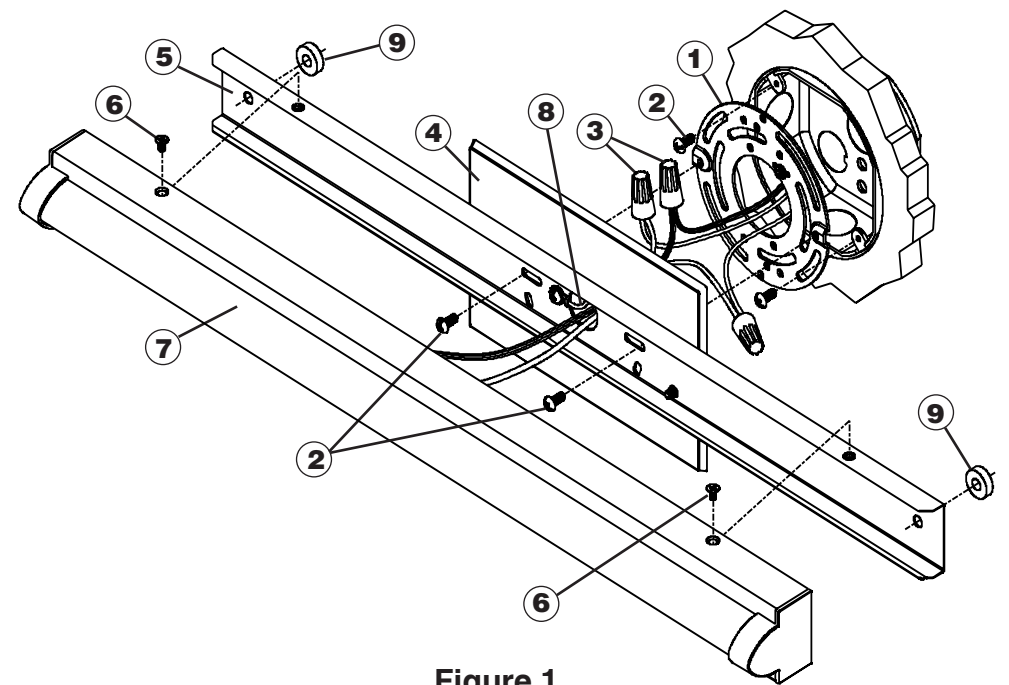
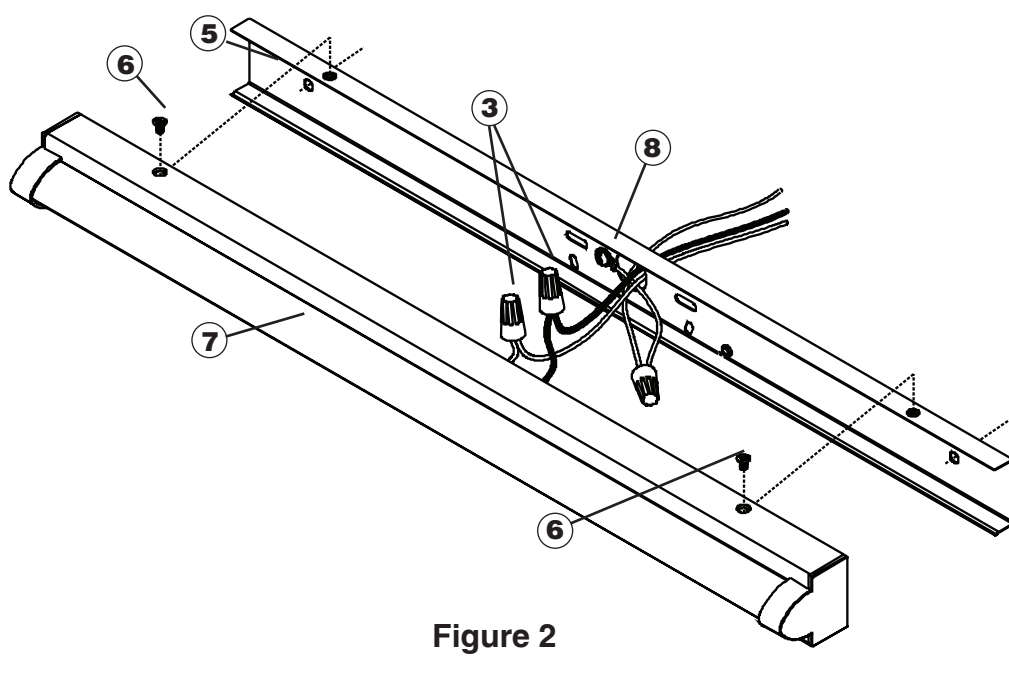
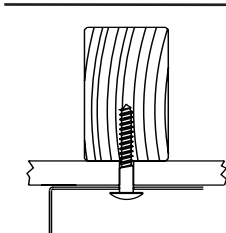
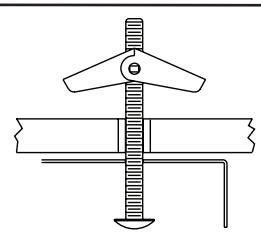

Figure 1
Figure 2
Figure 3
Figure 4
- 4a. Attacher la plaque de montage (1) au boîtier de raccordement en utilisant les vis de 1/2 po (2) pour que deux trous filetés s'alignent avec les trous de la plaque arrière (5) pour une installation verticale ou horizontale. Voir la figure 1.
- 5a. Pour soutenir les luminaires plus grands, tenir la plaque arrière (5) contre la surface de montage à l'emplacement désiré et marquer l'emplacement des trous de montage extérieurs de 1/4 po de Ø. Percer un orifice pilote de 1/8 po de Ø à chaque emplacement.
- 6a. Si la perceuse atteint un clou ou une solive de plafond, utiliser des vis à bois (non incluses) et des supports d'espacement (9) pour sécuriser l'assemblage de plaque arrière (5) après avoir terminé les raccordements centraux. Voir la figure 3.
Si la perceuse n'atteint pas de clou ou de solive de plafond, agrandir les trous de manière à pouvoir y insérer un boulon (non inclus). Installer le boulon dans la plaque arrière (5), un support d'espacement puis les vis avant d'effectuer les raccordements centraux. Voir la figure 4.
8a. Utiliser les capuchons de connexion (3) pour connecter le fil de mise à la terre vert (9) au fil de mise à la terre cuivre nu, puis relier le câble du luminaire noir au câble d'alimentation noir et le câble du luminaire blanc au câble d'alimentation blanc. Repousser soigneusement en place les fil connectés dans le boîtier de raccordement. Voir la figure 2.
10a. Installer deux vis de 1/2 po de longueur (2) dans les fentes de la plaque arrière (5) puis dans les trous filetés de la plaque de montage (1). Maintenir le luminaire à niveau, serrer ces vis et les écrous jusqu'à ce que le luminaire soit fixé. Voir la figure 1.
- 4b. Si les règlements locaux le permettent et s'il n'y a pas de boîtier de raccordement, le luminaire peut être installé sans pavillon (4) en retirant les vis retenant le pavillon (4) à la plaque arrière et en laissant le pavillon (4) de côté.
- 5b. Couper l'alimentation au niveau du disjoncteur. Positionner la plaque arrière (5) contre la surface de montage, puis passer le câble d'alimentation par le centre. Marquer l'emplacement des trous extérieurs de 1/4 po de Ø de la plaque de montage, puis percer un orifice pilote de 1/8 po de Ø à chaque emplacement.
- 6b. Si la perceuse atteint un clou ou une solive de plafond, utiliser des vis à bois (non incluses) pour fixer la plaque arrière (5) après avoir terminé les raccordements. Voir la figure 3.
Si la perceuse n'atteint pas de clou ou de solive de plafond, agrandir les trous de manière à pouvoir y insérer un boulon (non inclus). Installer le boulon à travers la plaque arrière, puis insérer la vis avant de terminer les raccordements. Jeter les supports d'espacement (9); voir la figure 4
9b. Insérer les vis à bois ou les boulons préinstallés dans les trous de montage déjà percés. Maintenir le luminaire à niveau, serrer les vis ou les boulons jusqu'à ce que le luminaire soit bien fixé. Voir la figure 1.
10b. Utiliser les capuchons de connexion (3) afin de connecter le fil de mise à la terre vert (8) avec le fil de mise à la terre cuivre, puis connecter le câble du luminaire noir au câble d'alimentation noir et le câble du luminaire blanc au câble d'alimentation blanc. Voir la figure 2.
12. Le réglage de température de couleur par défaut est 3000K. Régler le commutateur (10) à la température de couleur désirée.
13. Sans pincer les câbles, positionner le boîtier d'assemblage (7) par-dessus la plaque arrière (5) en l'alignant avec les trous de montage. Insérer les vis à tête plate (6) et serrer.
- 4a. Attach Mounting Plate (1) to junction box using 1/2" long screws (2) so that two threaded holes align with slots in the Backplate (5) for horizontal or vertical installation. See Fig. 1.
- 5a. To support longer length fixtures, hold the Backplate (5) against the mounting surface in the desired location and mark the location of the Ø1/4" outer mounting holes. Drill 1/8" Ø pilot hole at each location.
- 6a. If drill encounters a stud or joist, use wood screw(s) (not supplied) and Spacers (9) to secure the Backplate Assembly (5) after completing wire connections. See Fig. 3.
If drill does not encounter a stud or joist, enlarge the holes to accommodate toggle nuts & bolts (not supplied). Install the bolt(s) through the Backplate (5), a Spacer (9) then the toggle nut before making wire connections. See Fig. 4.
- 7a. Feed the fixture and ground wires through the Canopy (4) and position the Housing (7) and Backplate Assemblies (5) near the junction box.
- 8a. Use Wirenuts (3) to connect the Green Ground Wire (9) to the bare copper ground wire, then connect the black fixture wire to the black power supply wire and the white fixture wire to the white power supply wire. Carefully push the wires back into the Junction Box. See Fig. 2.
- 9a. Separate the Housing (7) and hold the Backplate Assembly (5) against the mounting surface. If using wood screw(s) and Spacers (9) or the pre-installed toggle bolt(s), Spacers (9) and nut(s), insert them into the pre-drilled mounting holes.
- 10a. Install two 1/2" long screws (2) through slots in the Backplate (5) into the threaded holes in the Mounting Plate (1). Hold the fixture level, tighten these screws and the toggle bolts until the fixture is secure. See Fig. 1.
- 4b. If codes permit and there is no junction box, the fixture can be installed without the Canopy (4) by removing the screws holding the Canopy (4) to the Backplate (5) and setting the Canopy (4) aside.
- 5b. Turn the power off at the circuit breaker box. Position the Backplate (5) against the mounting surface, centered over the supply wire entry location. Mark the location of the 1/4" Ø outer mounting holes then drill 1/8" Ø pilot holes at each location.
- 6b. If drill encounters a stud or joist, use wood screw(s) (not supplied) to secure the Backplate (5) after completing wire connections. See Fig. 3.
If drill does not encounter a stud or joist, enlarge the holes to accommodate toggle nut(s) & bolt(s) (not supplied). Install the bolt(s) through the Backplate, then the toggle nut(s) before completing wire connections. Discard Spacers (10) See Fig. 4.
- 7b. Install an appropriate supply wire strain-relief (not supplied) in the 7/8" Ø center hole of the Backplate (5). Provide sufficient clearance in the mounting surface to recess the strain relief.
- 9b. Insert wood screws or the pre-installed toggle nuts and bolts into the previously drilled mounting holes. Hold the fixture level, tighten the screws or toggle bolts until the fixture is secure. See Fig. 1.
- 10b. Use Wirenuts (3) to connect the Green Ground Wire (8) to the bare copper ground wire, then connect the black fixture wire to the black power supply wire and the white fixture wire to the white power supply wire. See Fig. 2.
- 4a. Acople la placa de montaje (1) a la caja de unión con tornillos de 1/2" de largo (2) de modo que dos orificios roscados se alineen con las ranuras de la placa posterior (5) para una instalación horizontal o vertical. Consulte la Fig. 1.